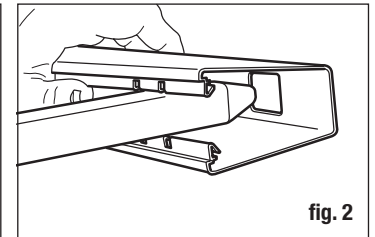

fig. 2
- Inserte la primera estaca en la estricción del pretil y prosiga a través del orificio recortado, como se muestra. **NO DESLICE PRESIONANDO PARA QUE QUEDE EN SU LUGAR** (fig. 2).
Como regla general, se inserta 1/3 del poste en el suelo. Verifica las regulaciones locales para cualquier requerimiento especial. La cerca será más fuerte si la profundidad de los postes de los extremos, las esquinas y la puerta es 15.2 cm mayor que la de los otros postes. Con un cavador de hoyos de poste o una barrena eléctrica, cava hoyos de 25.4 cm a 30.5 cm de diámetro, con 15.2 cm más de la profundidad necesaria. Rellena el fondo de los hoyos con 15.2 cm de grava para drenar el agua de la parte inferior de los postes (fig. 2). Ten en cuenta la altura de los paneles de la cerca cuando cava los hoyos de los postes.